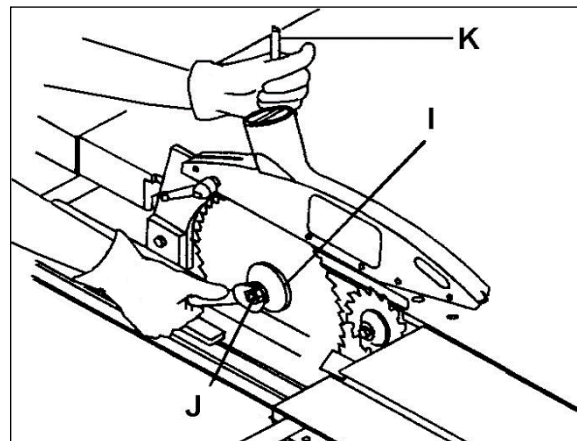

Рис. 23
Ослабьте гайку оправки (J, Рис. 23), удерживая оправку от проворачивания с помощью стопорного штифта (K).